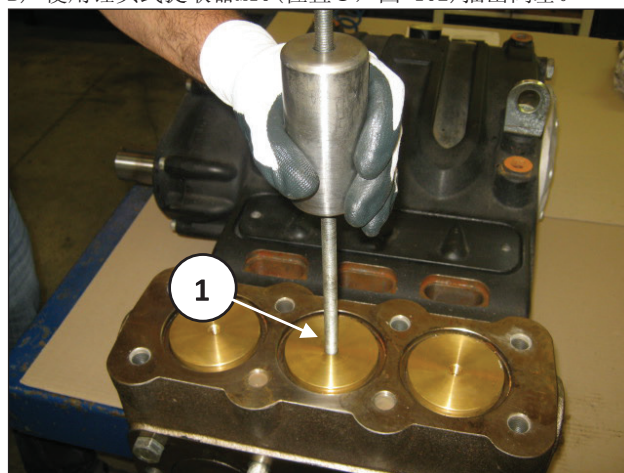

图 102
B) 使用锤头式提取器M10(位置①，图 102)抽出阀塞。